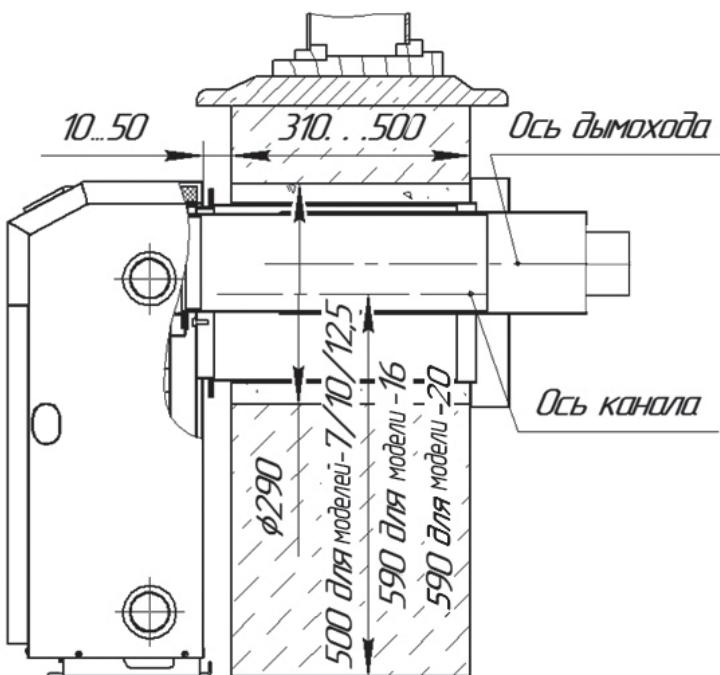

Рисунок 6 - Схема установки котла у стены
7.7. При напольном монтаже в наружной стене на высоте 500 мм для котлов модели GERDA-7, GERDA-10, GERDA-12,5 и на высоте 590 мм для котлов модели GERDA-16 GERDA-20 (см. рис.6) от несгораемого покрытия пола выполнить отверстие Ø 290 мм (не менее), при этом учесть, что для обеспечения демонтажа устройства газогорелочного (рис.3) на расстоянии не менее 0,5 м от котла не должно быть никаких строительных элементов или стационарно установленного оборудования;